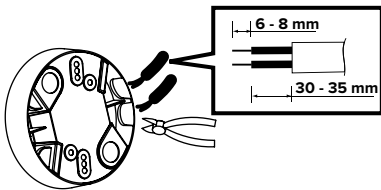

FIG. 12
2. Pour faire passer les fils dans les ouvertures sur le côté de l'enceinte, dégagez ces trous marqués mais encore couverts à l'aide de cutters latéraux. Faites ensuite passer le câblage dans les trous dégagés et dénudez l'isolation du câblage sur 6-8 mm (FIG. 12).